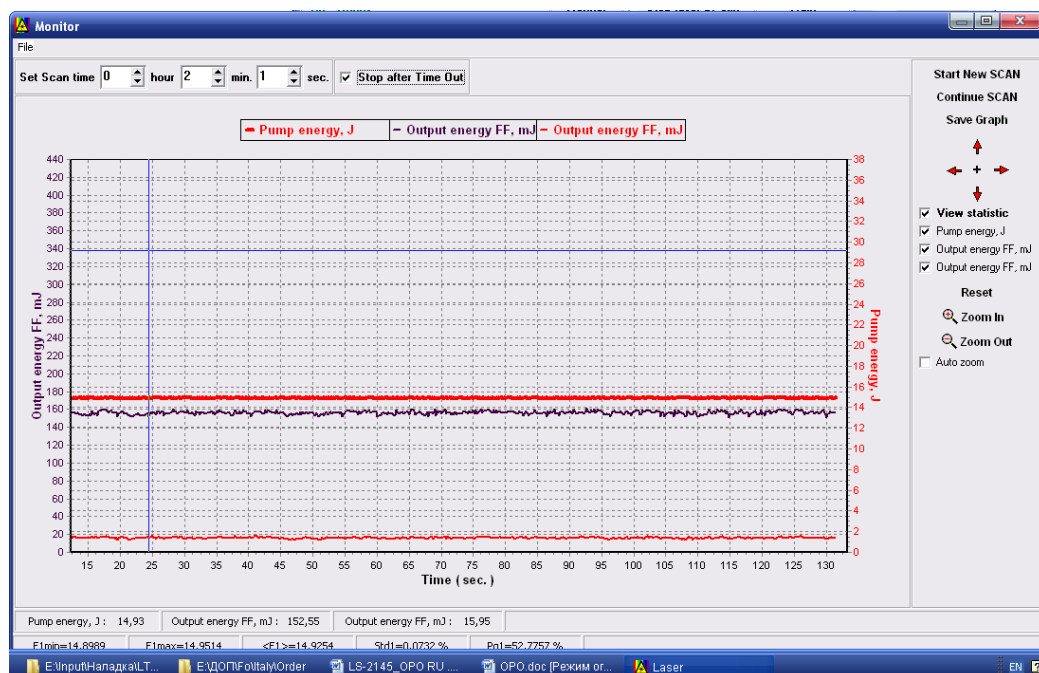

Рис.8-4. Мониторинг энергии накачки, энергии ОЧ и ТГ
9.9.3.ПО обеспечивает мониторинг выходных параметров лазера. Для этого необходимо открыть контекстное меню и выбрать View monitor – рис.8-4.